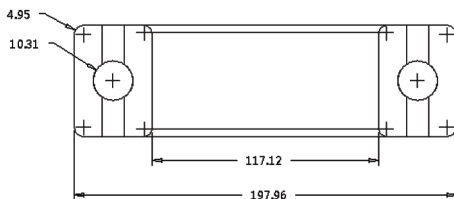

图 4-37 打开模型文件
STEP 01 单击快速访问工具栏中的“打开”按钮，打开模型文件，如图4-37所示。